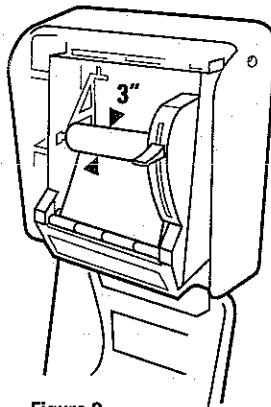
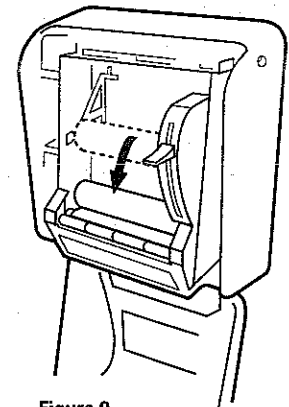

Figure 8
Figure 9
1. Lorsque le rouleau principal ne mesure plus qu'environ 3 pouces de diamètre (Figure 8), enlevez-le du support supérieur et placez-le sur le support inférieur (Figure 9)